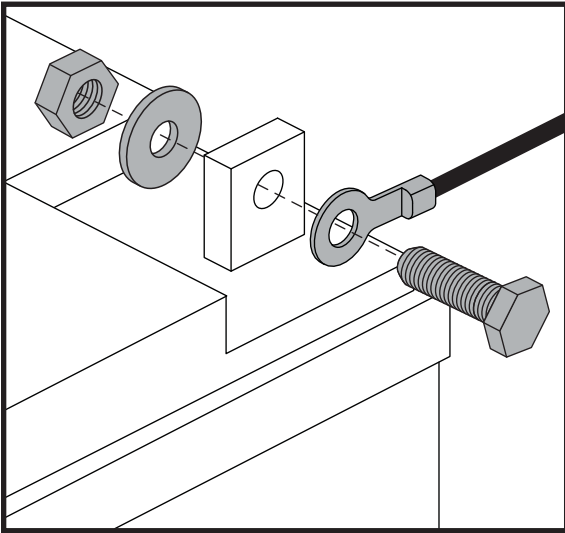

Figure 12. Batterie Borne Matériel
4. Débranchez les câbles des bornes des batteries en soulevant la housse des bornes et en desserrant le boulon et l'écrou sur chaque borne. **Voir la figure 12.**